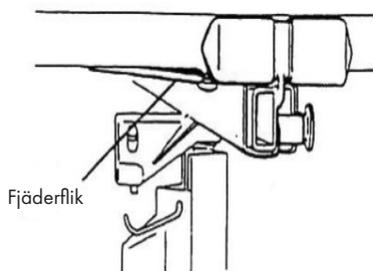

Bild 27
- Tryck varje tvärm framåt in i sockeln tills fjäderfliken på tvärmens undersida snäpper på plats enligt fig. 27.